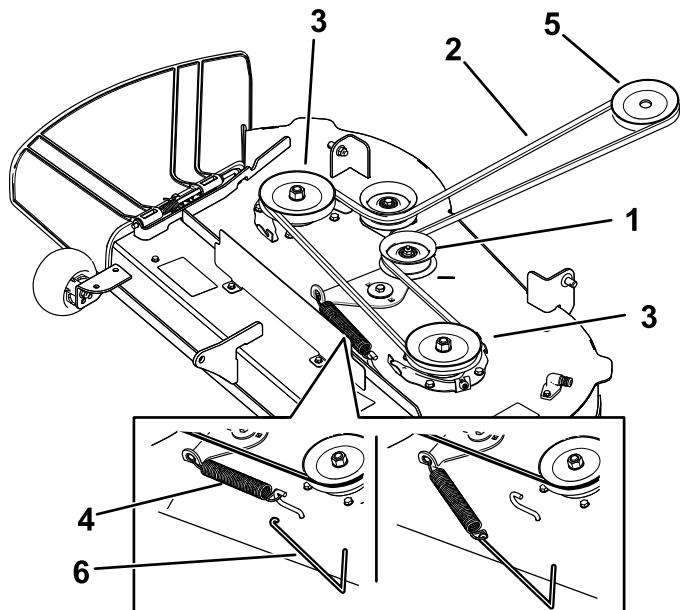
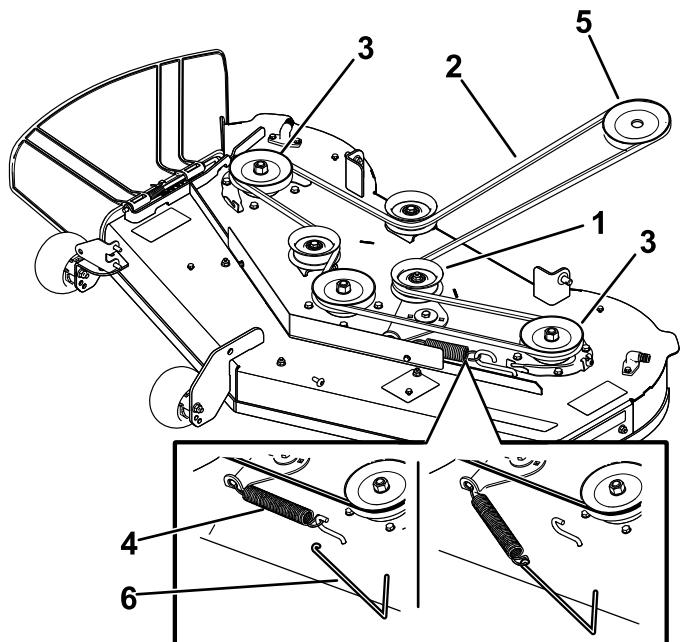

Bild 54
Bild 55
6. Entfernen Sie die Spannscheibenfeder mit einem Werkzeug zur Federentfernung (Toro-Bestellnummer 92-5771) vom Mähwerkriemen, um die Spannung von der Spannscheibe zu nehmen, und rollen Sie den Riemen von den Riemenscheiben (Bild 54 oder Bild 55).
7. Verlegen Sie den neuen Riemen um die Motor- und Mähwerkriemenscheiben (Bild 54 oder Bild 55).
8. Setzen Sie die Spannscheibenfeder mit einem Werkzeug zur Federentfernung (Toro Bestellnummer 92-5771) auf den Mähwerkshaken, um die Spannscheibe und den Mähwerkriemen zu spannen (Bild 54 oder Bild 55).